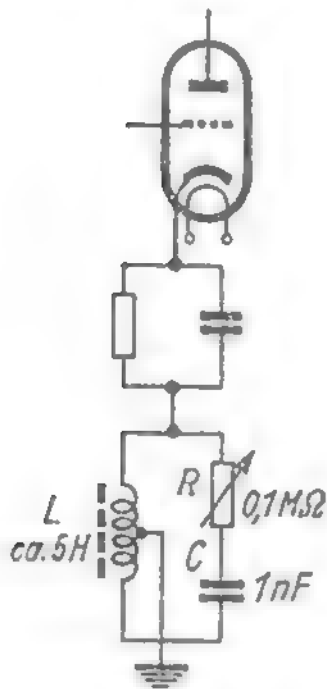

Bild 91.
*Nadelgeräuschfilter* für die Schallplattenwiedergabe sind in gewissem Sinne Tiefpässe, sie dämpfen den Frequenzbereich der Nadelgeräusche. Ein variables Nadelgeräuschfilter, in die Katodenleitung einer Verstärkerstufe geschaltet, ist in Bild 91 gezeigt ( $L = 5 \text{ H}$ ,  $R = 0,1 \text{ Megohm}$ ,  $C_{\text{max}} = 1000 \text{ pF}$ ).